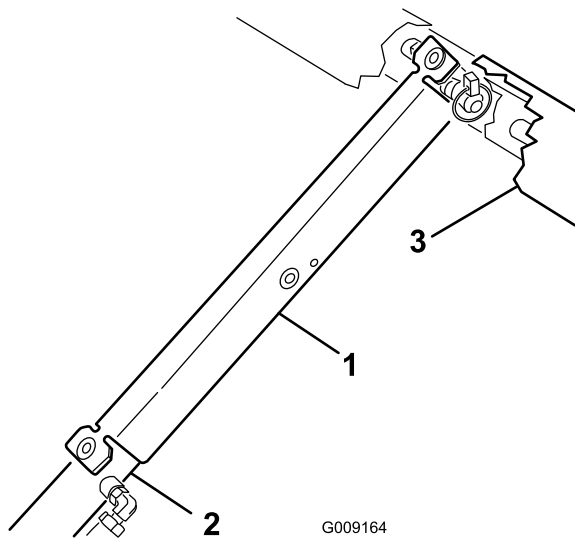

Figura 46
7. Introduza o apoio da plataforma na haste do cilindro, assegurando que as linguetas encostam à extremidade do cilindro e à extremidade da haste do cilindro (Figura 46).